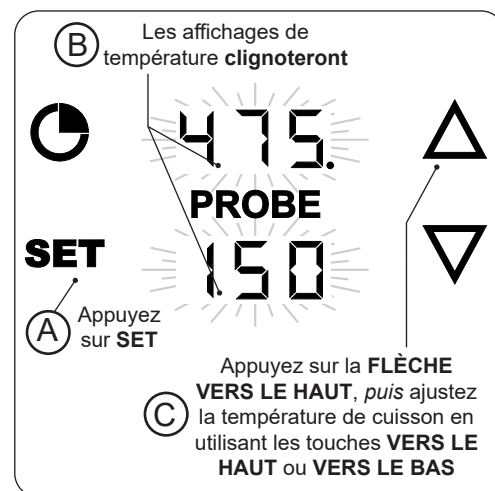

Fig. 43-3 Réglez température cuisson
1. Avec le thermomètre/thermostat **allumé**, appuyez une fois sur le bouton **SET**. Les affichages de la température de cuisson et de la sonde clignoteront. (Pendant le clignotement, n'importe quelle zone peut être sélectionnée pour entrer dans ses réglages.) Voir Fig. 43-3, A et B.
2. Appuyez sur la **FLÈCHE VERS LE HAUT** pour sélectionner les paramètres de la température de cuisson, puis utilisez les flèches vers le haut ou vers le bas pour régler la température souhaitée. (Fig. 43-3, C).